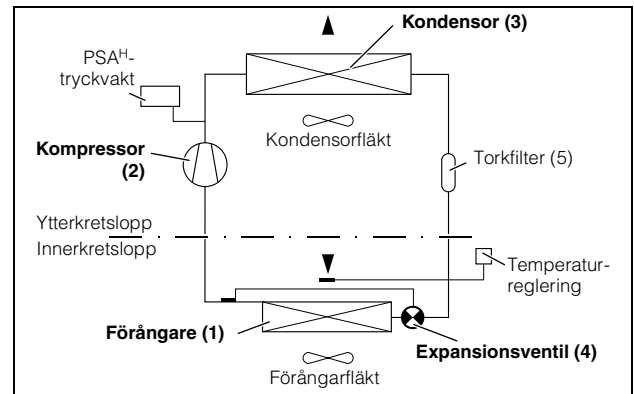

Bild 2: Kylkretslopp
Kylaggregatet (kompressionskylanläggning) består av fyra huvudkomponenter (jmf. bild 2): förångare (1), köldmediekompressor (2), kondensor (3) och styr- resp. expansionsventil (4), som är förbundna med rörledningar. Detta kretslopp innehåller köldmediet R134a (CH_2FCF_3) som är klorfritt och har ingen negativ inverkan på ozonskiktet. Ett torkfilter (5) som är integrerat i det hermetiskt slutna kylkretsloppet ger effektivt skydd mot fukt, syra, smuts och främmande partiklar i kylkretsloppets inre.